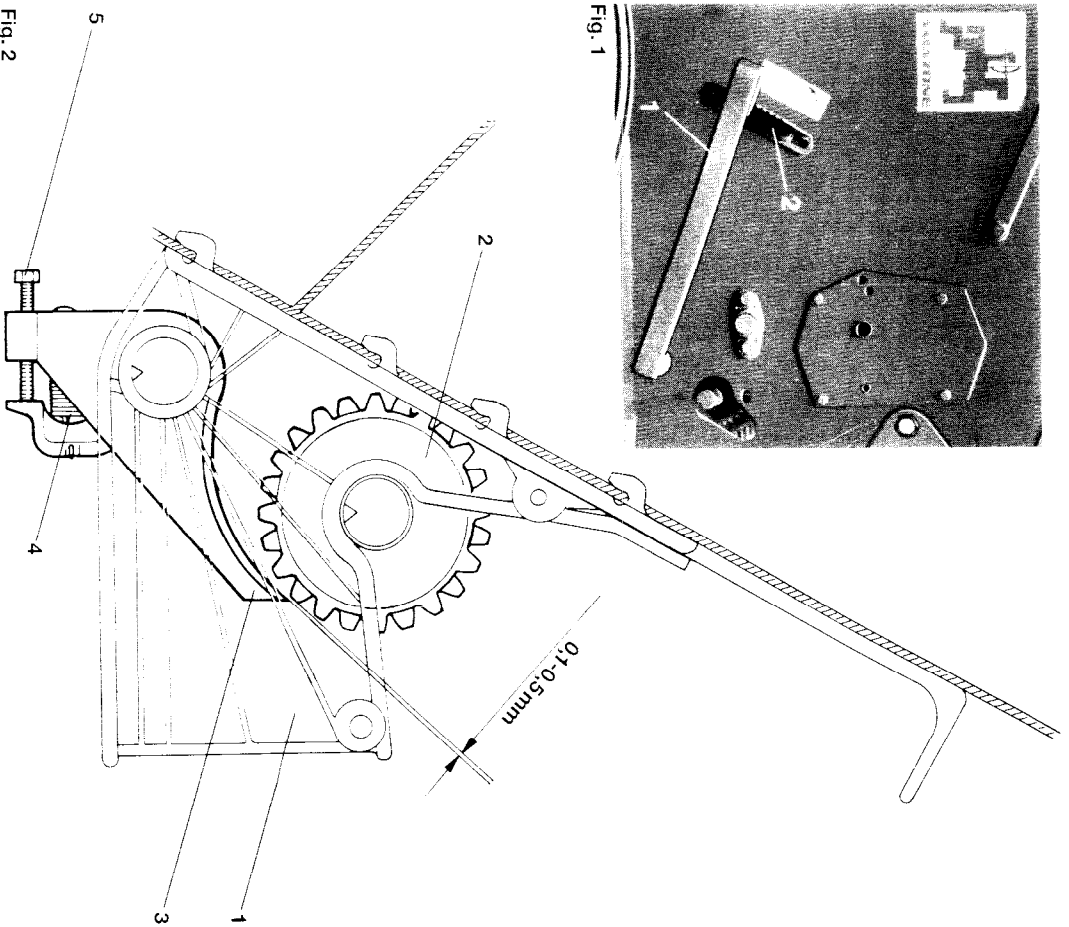

Fig. 2
- Kontroller om den foreskrevne afstand på 0,1 mm. til 0,5 mm. (se fig. 2) mellem bundklap (fig. 2/3) og såhjul (fig. 2/2) i hvert såhus (fig. 2/1) bliver overholdt. Herved skal det såhjul som skal kontrolleres drejes på såakslen med hånden.
- Ved afvigelser skal den foreskrevne afstand indstilles med fjedersændeskruen (fig. 2/5).